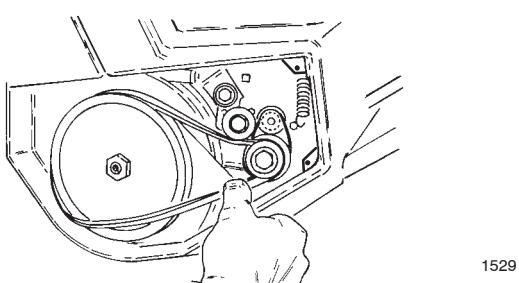

Figure 21
- Tournez le rotor de la main gauche et installez la courroie sur la grande poulie avec la main droite (Fig. 21).
- Installez la grande courroie sur la petite poulie (Fig. 21) (reportez-vous aux points 4 à 8 de la rubrique Remplacement de la grande courroie, page 10).